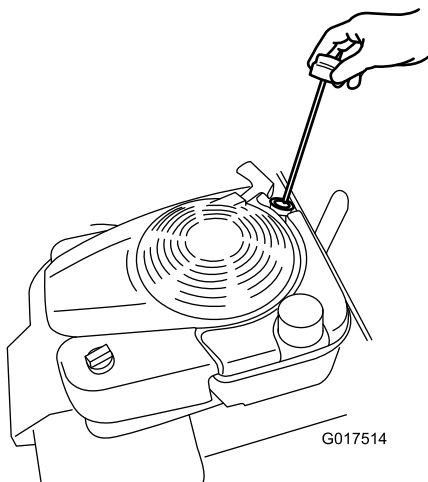

Рисунок 32
8. Извлеките шпунт (Рисунок 32) и заполните маслом примерно 3/4 емкости картера через маслозаливную горловину.